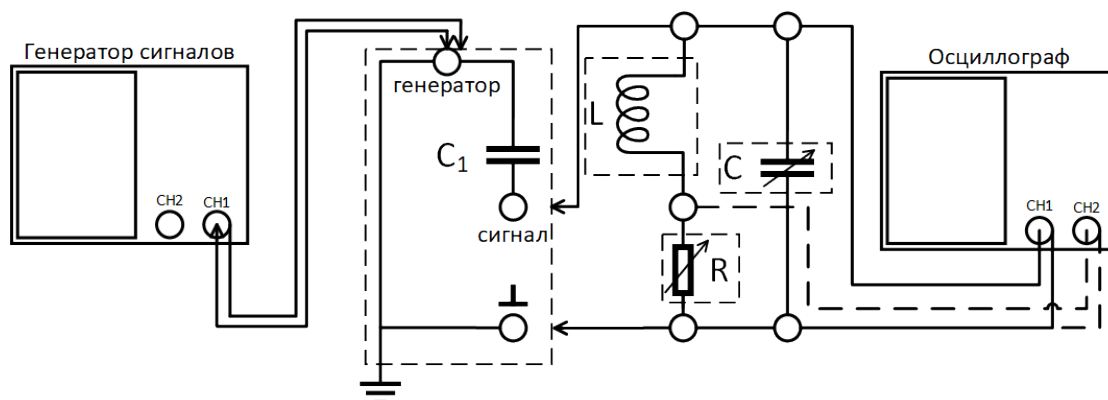

Рис. 1: Схема установки для исследования вынужденных колебаний
1. Подключите генератор специальных сигналов к входу 1(X) осциллографа.
4. Как только удалось получить неподвижную картинку сигнала можно приступить к сборке схемы согласно рис. 1.
1. Введите сопротивление $R \approx 0.05 \cdot R_{\text{ср}}$ на магазине. Подайте на канал 2(Y) осциллографа падение напряжения с резистора (на рис. 1 подключение изображено штрихованной линией).